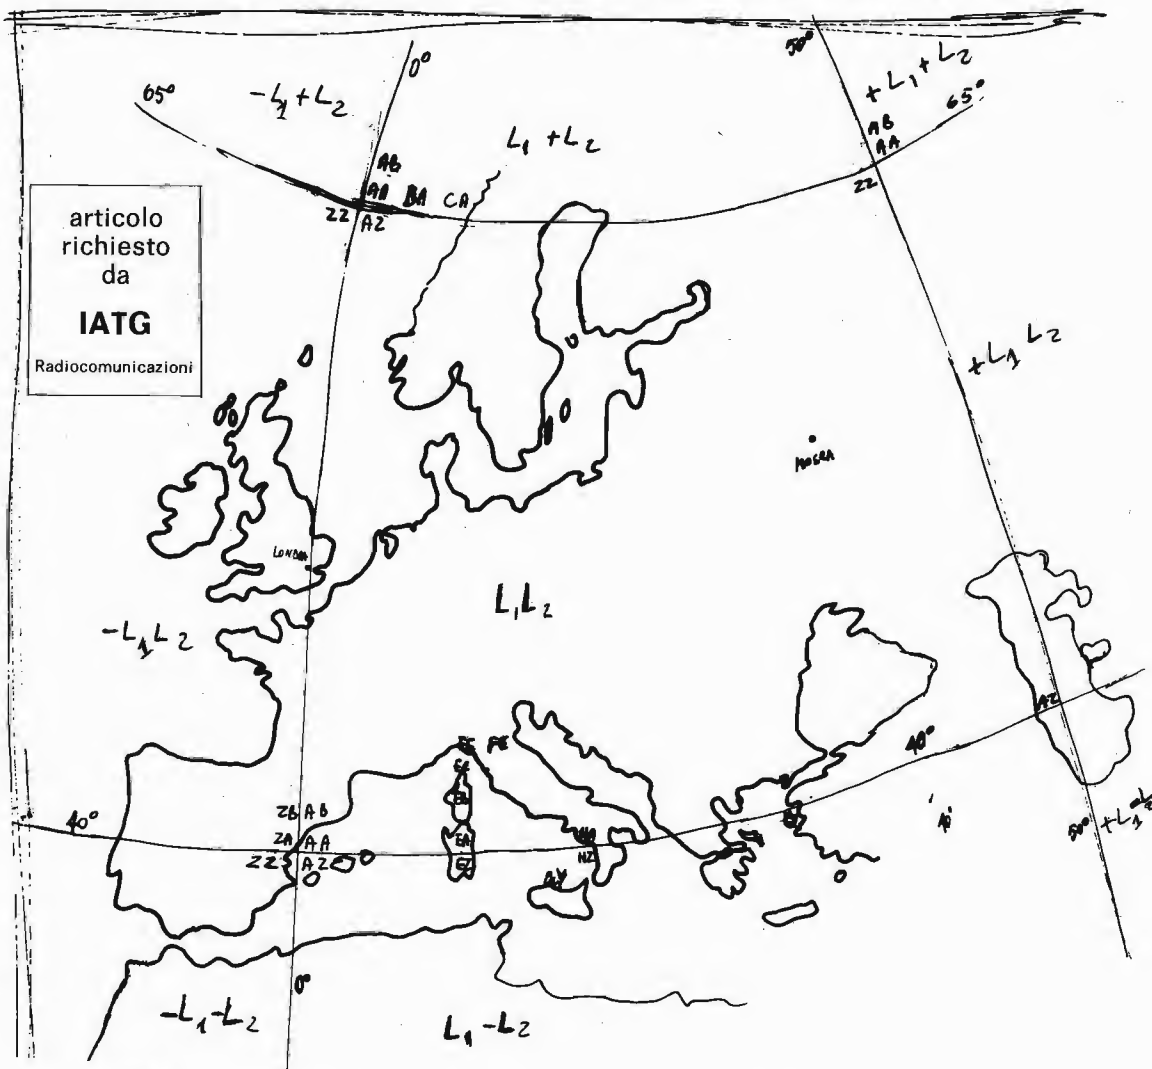

figura 1
La (4) e la (5), oltre alla onnipresente (1), sono le formule relative a questo metodo; la  $K_{\text{Lat}}$  è una costante da introdursi a seconda che si operi sul grande quadratone letterale che iniziando dalla Campania comprende quasi tutta l'Europa ( $K_{\text{Lat}} = 40$ ), o invece nel sud Italia ( $K_{\text{Lat}} = 15$ ); questo a causa del ripetersi delle lettere ogni venticinque gradi di latitudine (vedi figura 1).
- 3) l'introduzione dell'uso di una maschera di conversione applicata sulla tastiera che permette di inserire le lettere senza eseguire farraginose conversioni; il suo uso allarga ulteriormente il campo di applicazione del metodo alle prime quattro lettere di altri tre grandi quadrati letterali portando il campo di operatività a quello raffigurato in figura 1 che è talmente vasto che difficilmente, nonostante i nuovi Dx in meteor scatter, ci si può avvicinare ai confini;
La figura 1 fa vedere quale segno è da aggiungere alle lettere prima di impostarle in tastiera.
La figura 2 mostra la tavola di conversione tra lettere e numeri valida sia per quelle indicanti la latitudine sia per quelle indicanti la longitudine; questa assieme alla figura 1 aiutano a capire meglio il meccanismo di conversione.